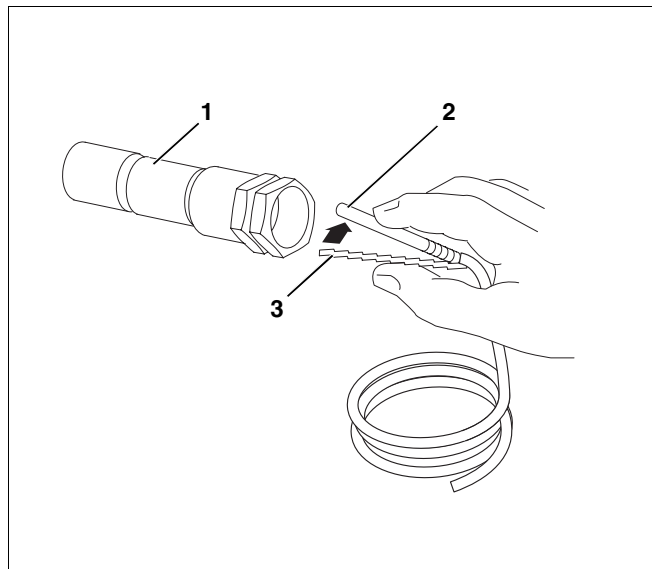

Abb. 4 Fühler montieren (Prinzipabbildung)
- Feder am Fühler zusammendrücken und Fühler bis zum Boden in die Tauchhülse einführen (Abb. 4).